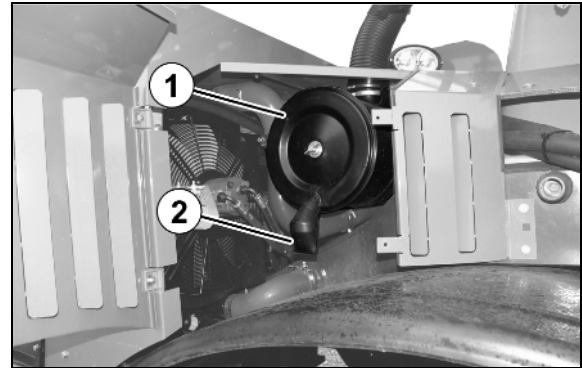

Fig. 163
2. Træk oliepinden (Fig. 163/1) ud og tør den af med en ren klud.
4. Om nødvendigt, skal der efterfyldes med den forskrevne olie i påfyldningsåbningen (Fig. 163/2,3).
5. Skru olieaftapningsskruen (Fig. 163/4) ud.